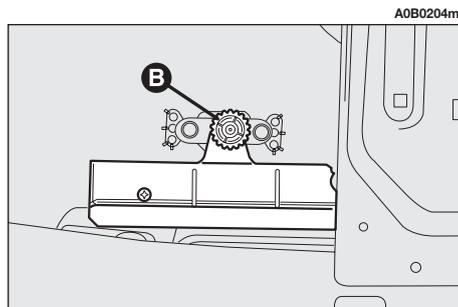

Abb. 49
- Den Drehknopf (B, Abb. 49) los-schrauben und die komplette Gruppe her-ausnehmen.